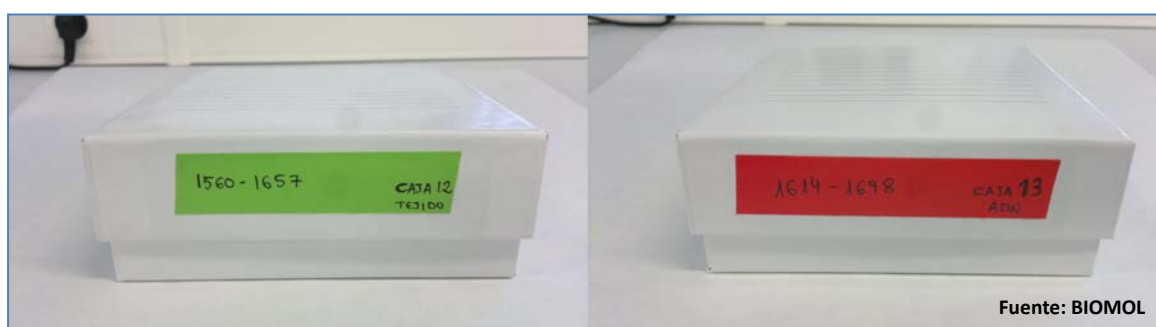

Figura 3: Cajas congelables con muestras de tejido con cinta verde y muestras de ADN con cinta roja.
- C. **Almacenamiento:** Las muestras se almacenarán en cajas congelables para criotubos, en orden consecutivo según código de almacenaje. En el lateral de cada caja se pega un trozo de cinta adhesiva rotulable (verde en las cajas de tejidos y roja en las cajas de extractos de ADN) y se anota el rango de códigos que abarca cada una de ellas, el número de la caja y el contenido de la misma, "Tejido" o "ADN" (Figura 3). El stock de tejido se almacena en un compartimento del congelador distinto al del stock de ADN y a -20°C.